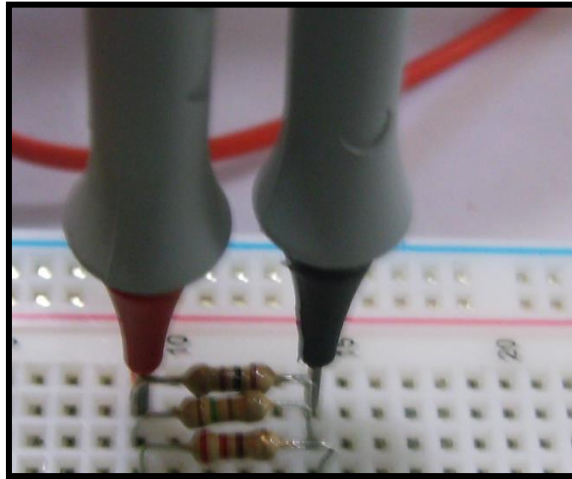

Figura 3.5. Medición de voltaje en CD
3. Conecte las terminales del voltímetro en paralelo con los puntos del circuito donde quiere determinar la diferencia de potencial, como se observa en la *figura 3.5*.